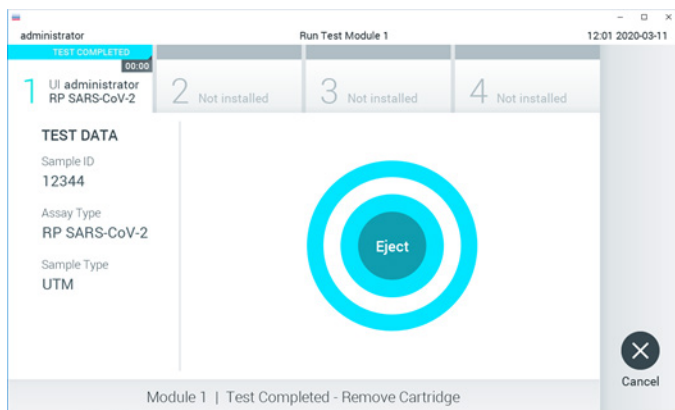

Рис. 16. Экран «Eject» (Извлечь).
21. По завершении процедуры анализа отобразится экран **Eject** (Извлечь) (рис. 16, следующая страница) и в строке состояния модуля отобразится результат анализа — один из следующих вариантов: